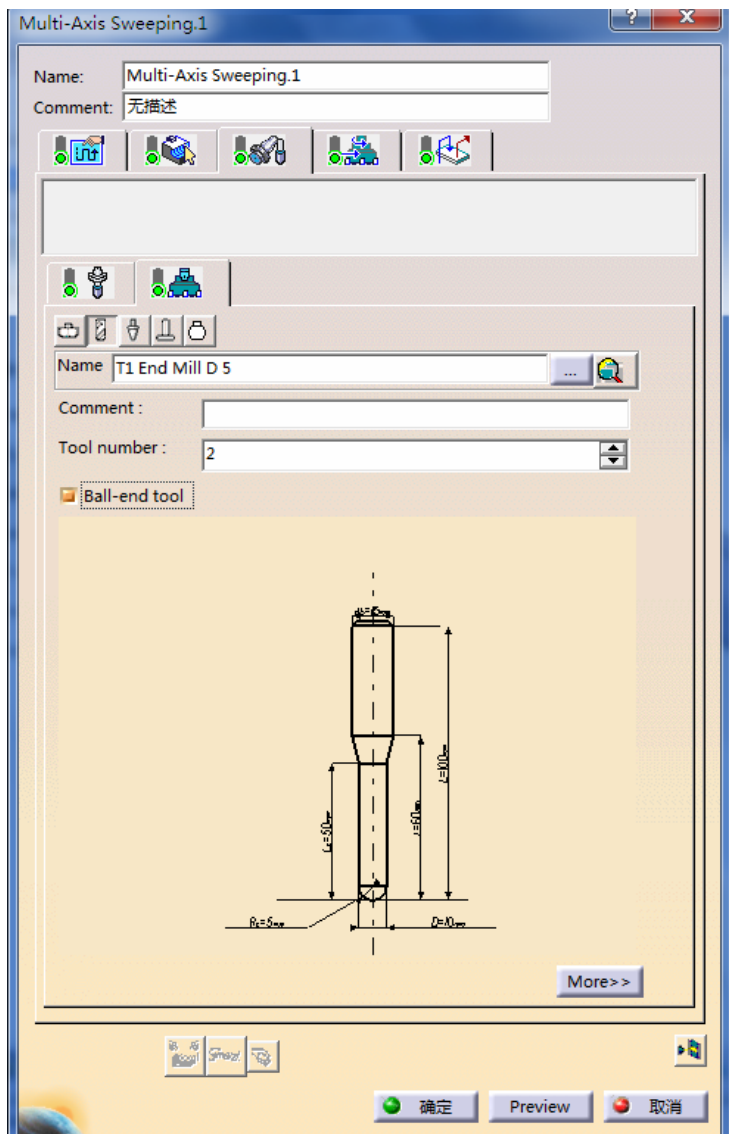

图 5-98 刀具参数选项卡（3）
- 单击“Multi-Axis Sweeping.1”对话框中的，切换到刀具参数选项卡（3），在“Name”文本框中输入“T1 End Mill D5”，选中“Ball-end tool”复选框，如图 5-98 所示。